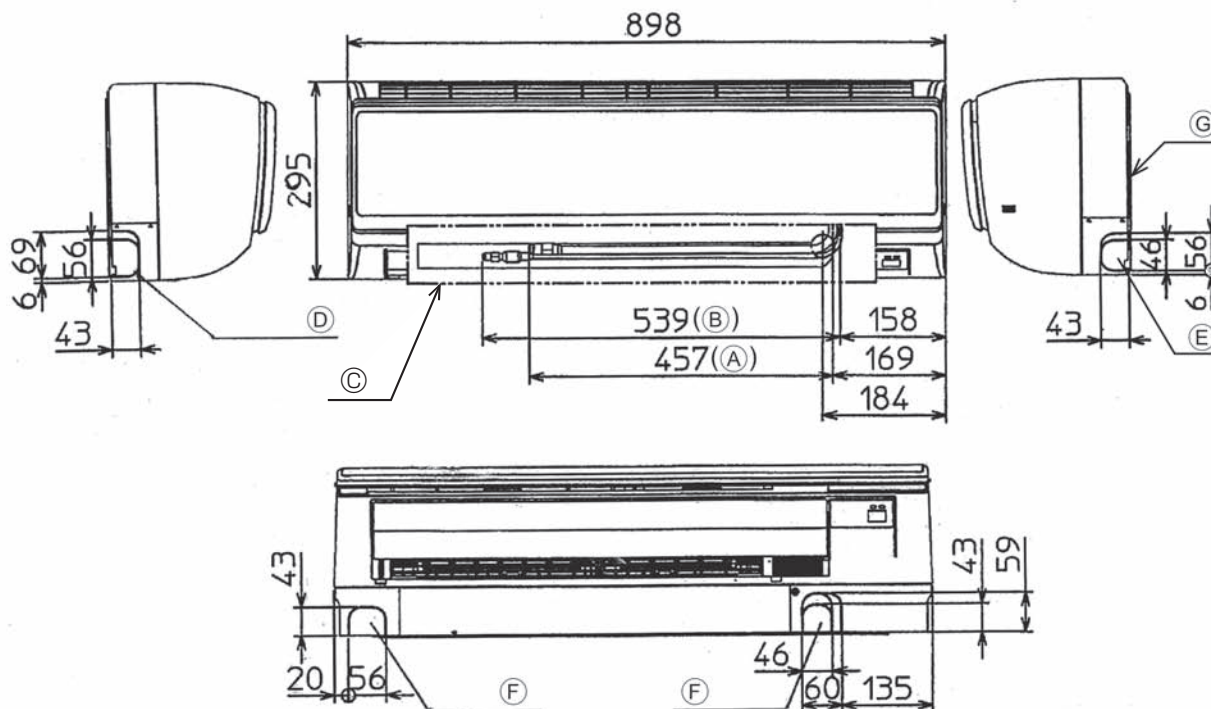

Fig. 4-2
4.2. Posizionamento delle tubazioni del refrigerante e di drenaggio (Fig. 4-2)
- Ⓖ Piastra di montaggio ①